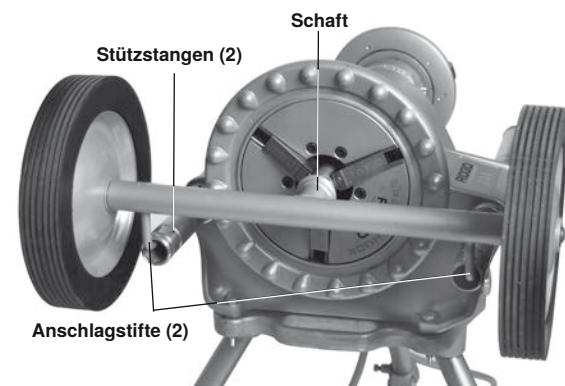

Abbildung 28 - Installation des Nr. 32 Transporters
3. Setzen Sie den Schaft des Nr. 32 Transporters in das vordere Spannfutter des 300 Kraftantriebs ein; die Anschlagstifte müssen sich in den Enden der Stützstangen befinden. Ziehen Sie das Spannfutter auf dem Transporterschaft fest (Abbildung 28).